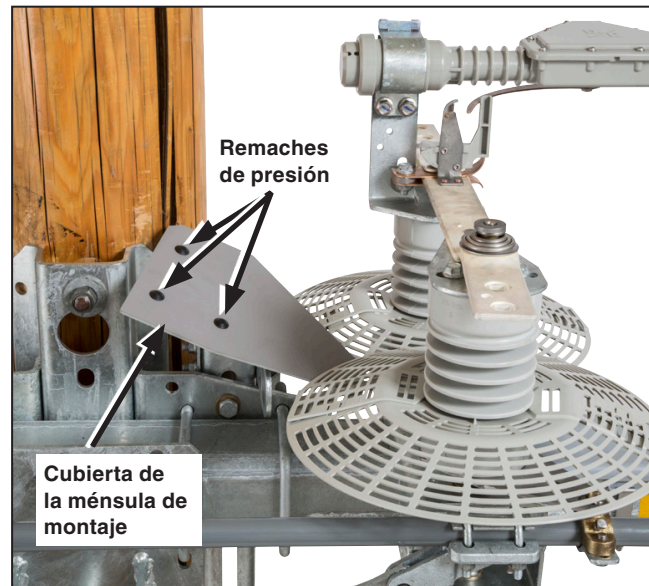

Figura 19. La cubierta de la ménsula de montaje del poste.
- (e) Después de instalar los discos antifauna, instale la cubierta de la ménsula de montaje del poste con los remaches de presión proporcionados. Vea la Figura 19.